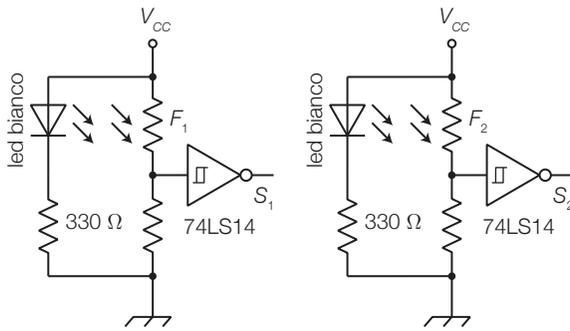

FIGURA 2 Circuiti di condizionamento per la rivelazione del passaggio della palla tra la fotoresistenza (F_1 o F_2) e il LED corrispondente.
- I circuiti (**porte logiche NOT triggerate**) che rendono perfettamente squadrato e a livelli TTL il segnale prodotto dalle fotoresistenze (F_1 e F_2), per rivelare il passaggio della palla sulla guida e calcolarne la velocità (FIGURA 2).